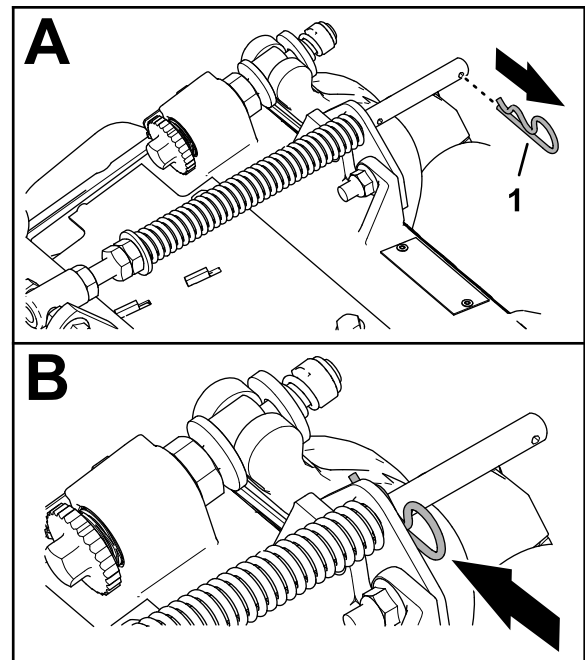

图 17
1. 如果发卡销安装在补偿弹簧杆的后孔中——拆下发卡销并将其插入到支架旁边的孔中图 17。